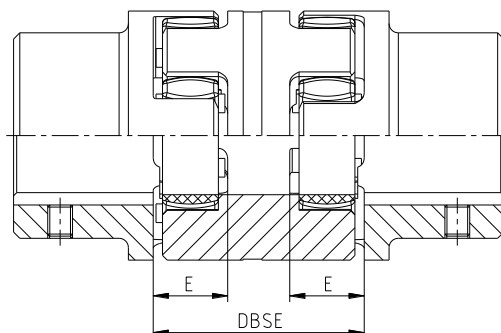

Figura 16: Montaje del acoplamiento
- Desplace los grupos en dirección axial hasta haber alcanzado la medida E o DBSE (véase figura 16).
- Alinee la estrella en el centro entre los mangones y compruebe las dimensiones E y DBSE (consulte la figura 16 y el capítulo 1).